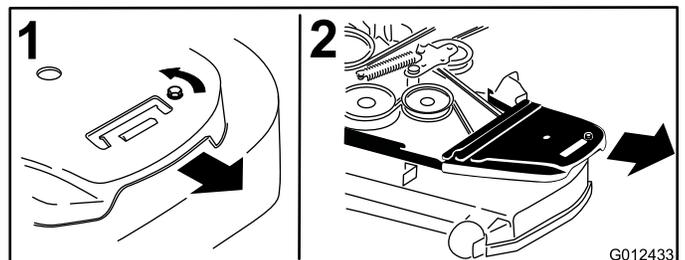

Figura 57
4. Retire las cubiertas de las correas y los pernos que están sujetos a las mismas (Figura 57).